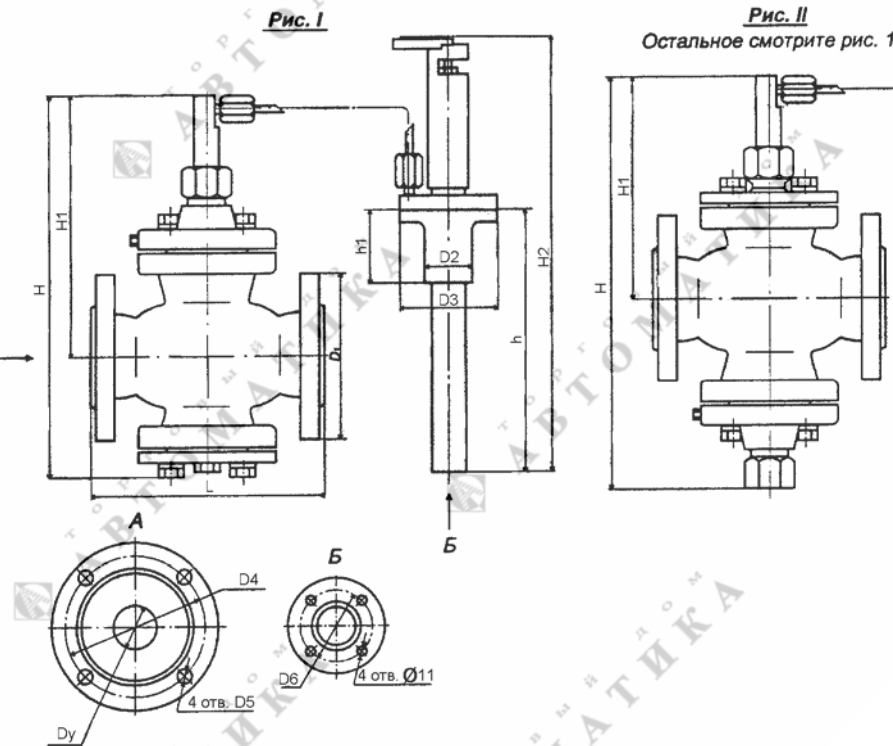

Рис. 2. Габаритные и присоединительные размеры регуляторов РТ.
4.2. Габаритные и присоединительные размеры регуляторов указаны на рис. 2.